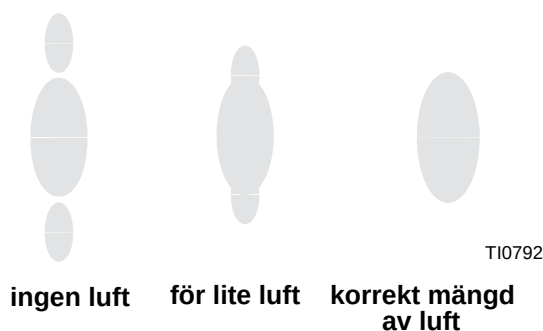

FIG. 11: Korrekt sprutmönster
4. Slå på sönderdelningsluften och ställ in lufttrycket till cirka 70 kPa (0,7 bar, 10 psi). Kontrollera sprutmönstret och justera lufttrycket tills svansarna sönderdelas helt och dras in i sprutmönstret. Se FIG. 11 Överskrid inte 0,7 MPa (7 bar, 100 psi) lufttryck till pistolen.